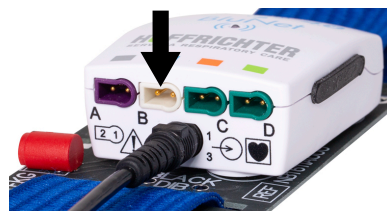

Abbildung 36: Stecken Sie den Thermistor in B
2. Stecken Sie den THERMISTOR in den Eingang B, Abbildung 36.